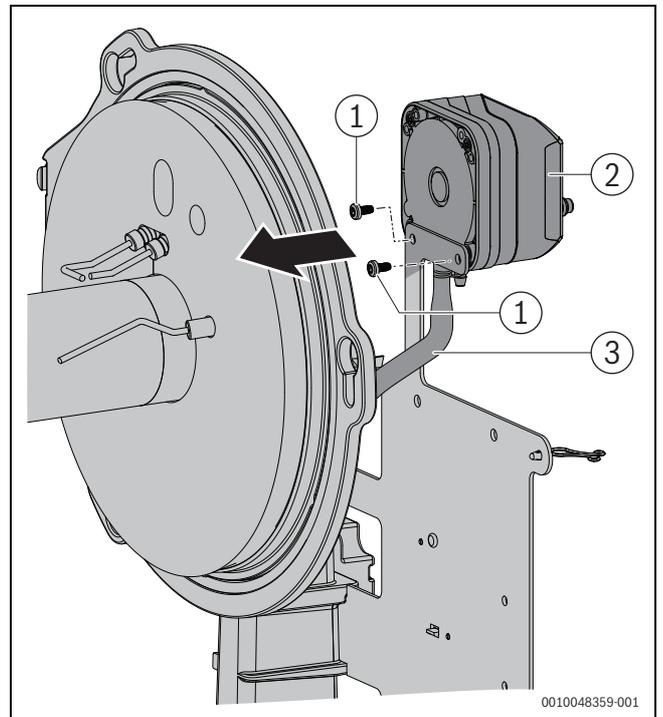

Fig. 25 Démontage du contrôleur de pression du foyer
- ▶ Fixer le contrôleur de pression du foyer sur la tôle de maintien avec les vis prévues à cet effet (3,5x16). Veiller à correctement guider le tuyau souple de raccordement comme illustré dans la figure 25 et à ne pas le plier.